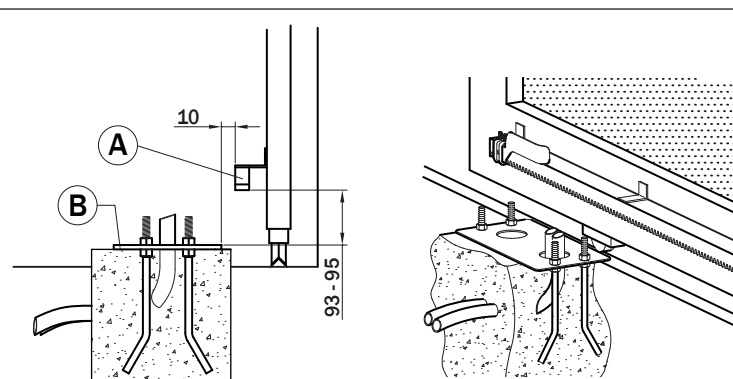

Fig. 1
- Fit the anchor bolts into the 4 holes in the foundation plate and fasten with the 4 nuts as shown in figure 1.
- Die Ankerbolzen in die 4 Löcher der Fundamentplatte einfügen und sie mit den 4 Muttern blockieren, wie in Abbildung 1 gezeigt.
- Introduire les tirants dans les 4 trous de la plaque de fondation et les bloquer avec les 4 écrous, comme indiqué dans la figure 1).
- Togliere i due gusci copriviti sfilandoli verso l'alto, come indicato in fig. 1. Verificare che i sei piedini di regolazione [A] non sporgano dalla base del motoriduttore.
- Remove the two screw caps by lifting up as shown in fig. 1. Check that the six adjuster feet [A] do not protrude from the base of the gearmotor.
- Die beiden Schrauben-Abdeckhauben und diesen nach oben abnehmen, wie in Abb. 1 gezeigt. Prüfen, ob die sechs Stellfüße [A] nicht aus der Basis des Getriebemotors herausragen.
- Enlever les deux coques couvre-vis et le retirer en tirant vers le haut, comme indiqué dans la fig. 1. Vérifier que les six pieds [A] de réglage ne dépassent pas de la base du motoréducteur.
- Quite los dos envolturas que cubren los tornillos extrayéndola hacia arriba, como se indica en la fig. 1. Compruebe que las seis patas [A] de ajuste no sobresalgan de la base del motorreductor.
- Retire as duas tampas dos parafusos e puxando-as para cima, conforme indicado na fig. 1. Controle que os seis [A] pés de nivelamento não saiam da base do moto-reductor.
- Per un corretto allineamento e passo tra due pezzi di cremagliera, si consiglia di utilizzare un elemento di raccordo in fase di fissaggio come indicato in fig. 1.
- To ensure that subsequent sections of rack are aligned correctly and maintain the correct tooth pitch, we recommend installing the rack sections with connector pieces as shown in fig. 1.